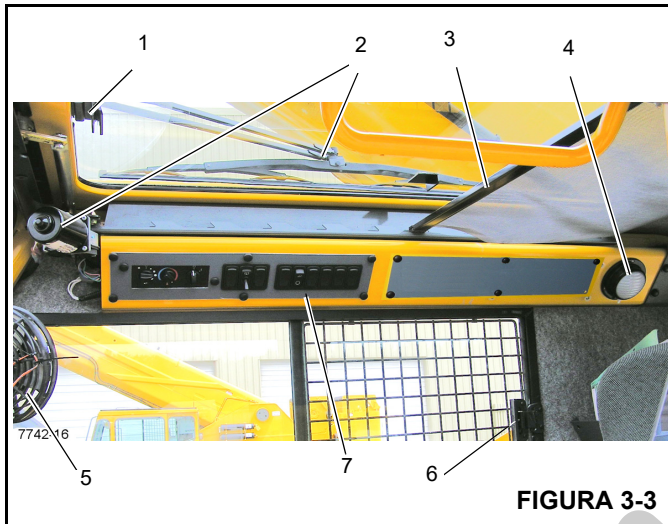
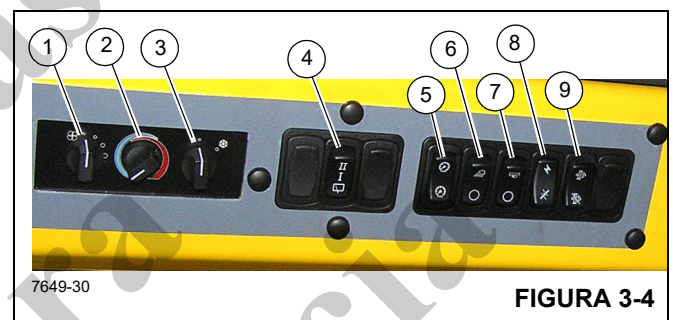

FIGURA 3-3
FIGURA 3-4
A trava do teto solar (1, Figura 3-3) localiza-se na frente do teto solar. Comprima a trava e deslize a janela para trás para abrir. Para fechar, deslize a janela para frente até que a trava encaixe.
O limpador do teto solar (2, Figura 3-3) é controlado pela chave do teto solar, (4) (Figura 3-4) e é operado pelo motor do limpador.
O protetor do teto solar (3, Figura 3-3) é usado para diminuir a incidência direta da luz do sol. O protetor é autorretrátil e pode ser ajustado para filtrar toda a luz ou ajustado para trás, encaixando-o nos entalhes existentes.
A luz de teto da cabine (4, Figura 3-3) localiza-se no canto traseiro direito do console do teto da cabine e ilumina a cabine. A luz de teto é controlada por uma chave na própria luz.
O ventilador de circulação da cabine (5, Figura 3-3) localiza-se no lado dianteiro esquerdo da cabine, acima da estrutura da janela. Uma articulação permite que o ventilador gire e uma chave em sua base controla a operação. A chave possui as posições alta, baixa e desligada.
A janela do lado direito da cabine pode ser aberta. Comprima a trava (6, Figura 3-3) para liberar a janela e deslize para a frente. Para fechar, deslize a janela para trás até que a trava encaixe.
Números dos itens da Figura 3-4
A chave do ventilador do aquecedor/ar-condicionado (1), (Figura 3-4) controla a rotação do ventilador da cabine. A chave de rotação do ventilador controla o volume de saída do ar aquecido (ou a saída do ar refrigerado) do ventilador. Os ajustes são desligado, rotação baixa, rotação média e rotação alta.
A chave de controle do aquecedor (2) (Figura 3-4) controla a intensidade da temperatura de aquecimento. Gire a chave à direita (sentido horário) para abrir a válvula de aquecimento. (O calor é fornecido pelo fluido aquecido que passa pela serpentina do aquecedor). Gire a chave à esquerda (sentido anti-horário) para fechar a válvula e interromper a vazão do fluido, diminuindo o aquecimento.
A chave do ar-condicionado (3) (Figura 3-4) controla a operação do sistema de ar-condicionado opcional. Os ajustes são desligado (O) e ligado (I).
O limpador do teto solar acionado eletricamente é instalado para retirar a umidade do teto solar. O limpador do teto solar é controlado pela chave do limpador do teto solar (4) (Figura 3-4). É uma chave de 3 posições Desligada/Baixa velocidade/Alta velocidade.
A chave reguladora de luz do painel (5) (Figura 3-4) controla a iluminação dos controles do teto do aquecedor/ar-condicionado e do indicador de temperatura do óleo da transmissão (7) (Figura 3-3). Pressione a chave para aumentar ou diminuir a iluminação do painel.
A chave das luzes de trabalho (6) (Figura 3-4) controla as luzes de trabalho do guindaste montadas na parte inferior dianteira da cabine da superestrutura. Pressione a parte superior da chave para ligar as luzes de trabalho. Pressione a parte inferior da chave para desligar as luzes de trabalho.
A chave das luzes da lança (7) (Figura 3-4) localiza-se no painel lateral do mostrador. Esta chave de duas posições (ON/OFF) controla a operação dos holofotes da lança. Pressione a parte superior da chave para ligar as luzes da lança, pressione a parte inferior da chave para desligar as luzes.
A chave de alimentação das funções do guindaste (8) (Figura 3-4) localiza-se no painel lateral do mostrador. Esta chave de duas posições ON/OFF (LIGA/DESLIGA) permite que o operador desligue a energia das funções do guindaste acionadas pelos controladores remotos hidráulicos localizados nos apoios de braço. Posicionar a chave em OFF evita a operação acidental das funções devido a solavancos nos controladores durante um trajeto ou qualquer outra opera-
A chave do DPF (Filtro de particulado de diesel) do motor (9) (Figura 3-4) localiza-se no lado direito do painel de controle do teto. Esta chave possui três posições, inibir regeneração/permitir regeneração/iniciar regeneração. Pressione esta chave para iniciar a regeneração do motor ou para desativar a regeneração: